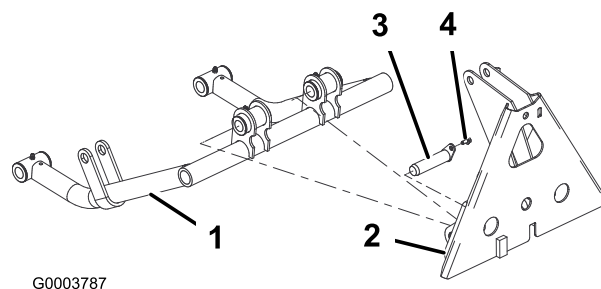

Рисунок 7
- Прикрепите трубу толкающих рычагов к переходной плите 2 узлами пальцев. Прикрепите узлы осей к переходным плитам 2 самонарезающими винтами. Расположите компоненты, как показано на Рисунок 7.